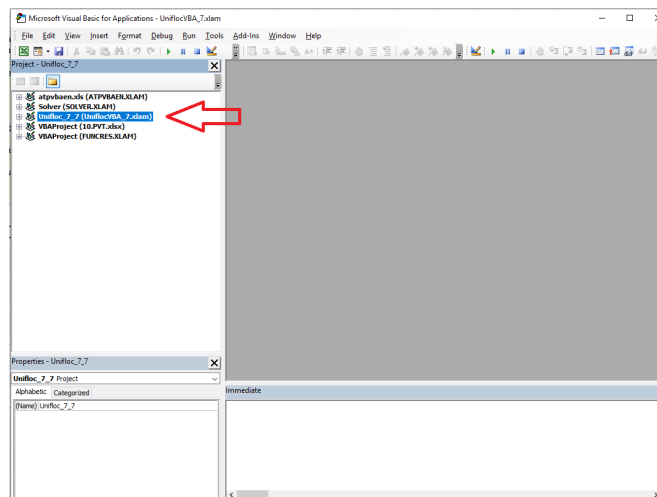

Рис. 3.1 — Окно редактора VBE с загруженной надстройкой Unifloc 7.10 VBA
1. Запустите файл с надстройкой Unifloc 7.10 VBA. Для того чтобы убедиться, что надстройка запущена откройте редактор VBE (Alt+F11). В дереве проектов должен отображаться файл надстройки UniflocVBA_7.xlam, рис. 3.1.